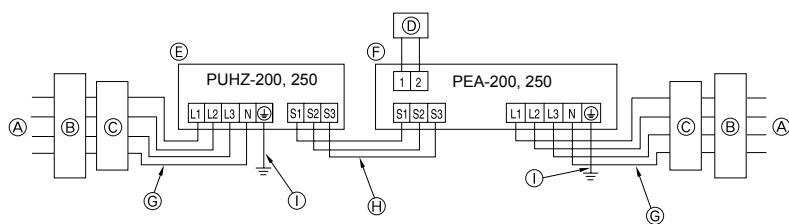
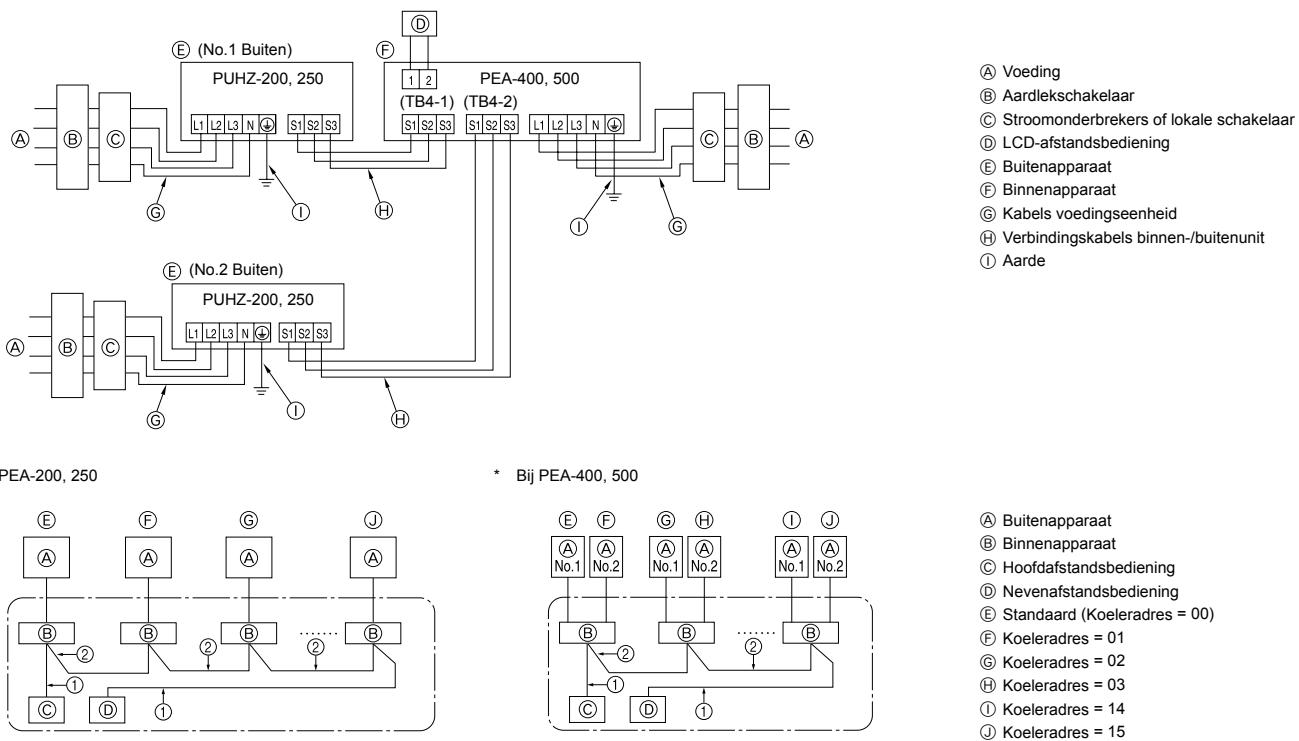

Fig. 6-1
Fig. 6-2
6.1. Buitenapparaat (Fig. 6-1, Fig. 6-2)
- Sluit de kabels aan aan de hand van Fig. 6-1 en 6-2.